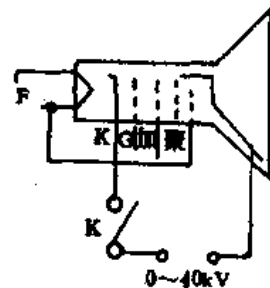

图 5-21 高压电击法消除打火
c. 如图 5-21 所示,采用高压电击法修理。取下管座,将各电极(含灯丝)并在一起成一个电极,给高压阳极加上比额定高压高几倍的电压(交直流皆可,一般为 40kV)进行瞬时高压击穿,促使电极间跳火,使金属毛刺或脏物烧毁。此方法应注意:高压应分级逐步提高,即可由 0→10kV→20kV→30kV→40kV,且击穿时间不能过长,掌握在半分钟以内,如过长会使电极间局部放电,使显像管真空度下降,结果将适得其反。另外一般维修人员可能不具备高压(40kV)设备,那就采用前两种方法排除好了。